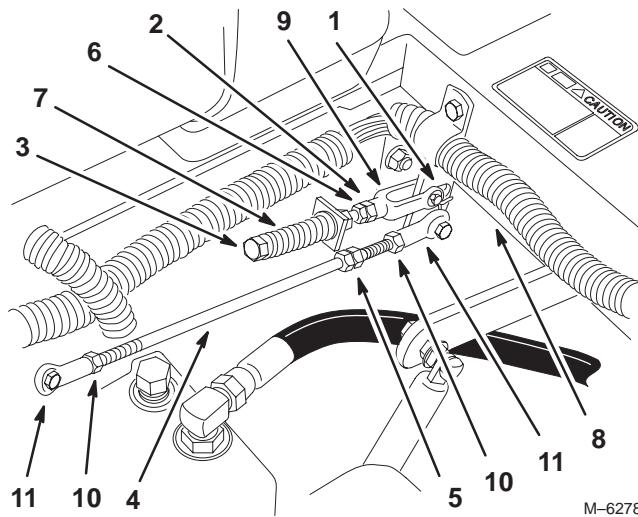

Figure 56
5. Placez le levier au point mort, **sans le verrouiller** (Fig. 56).
6. Tirez-le ensuite en arrière jusqu'à ce que l'axe de chape (situé sur le bras au-dessous de l'axe de pivot) touche l'extrémité de la fente (c.-à-d. commence juste à appuyer sur le ressort) (Fig. 56).
8. Si un réglage s'impose, desserrez l'écrou et l'écrou de blocage vissés contre la chape (Fig. 56).
10. Serrez l'écrou et l'écrou de blocage (Fig. 56).
1. Desserrez les contre-écrous sur les rotules de la tige de commande de la pompe (Fig. 56).
5. Réglez la longueur de la tige de pompe en tournant les doubles écrous dans le sens voulu, jusqu'à ce que la roue soit immobilisée ou tourne légèrement en marche arrière (Fig. 56).
8. Serrez les contre-écrous contre les rotules (Fig. 56).